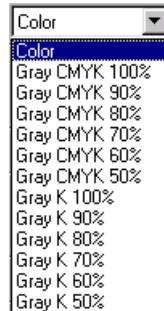

Abb. 43: Farbmodi beim Kopieren
- Farbmode: COALA[®] bietet Ihnen neben der Möglichkeit einer echten Farbkopie auch die Option auf eine Graubildkopie, bei der Sie sogar in gewissem Umfang einen Hintergrund unterdrücken können. Die Farbmodi sind in Abb. 43 dargestellt.